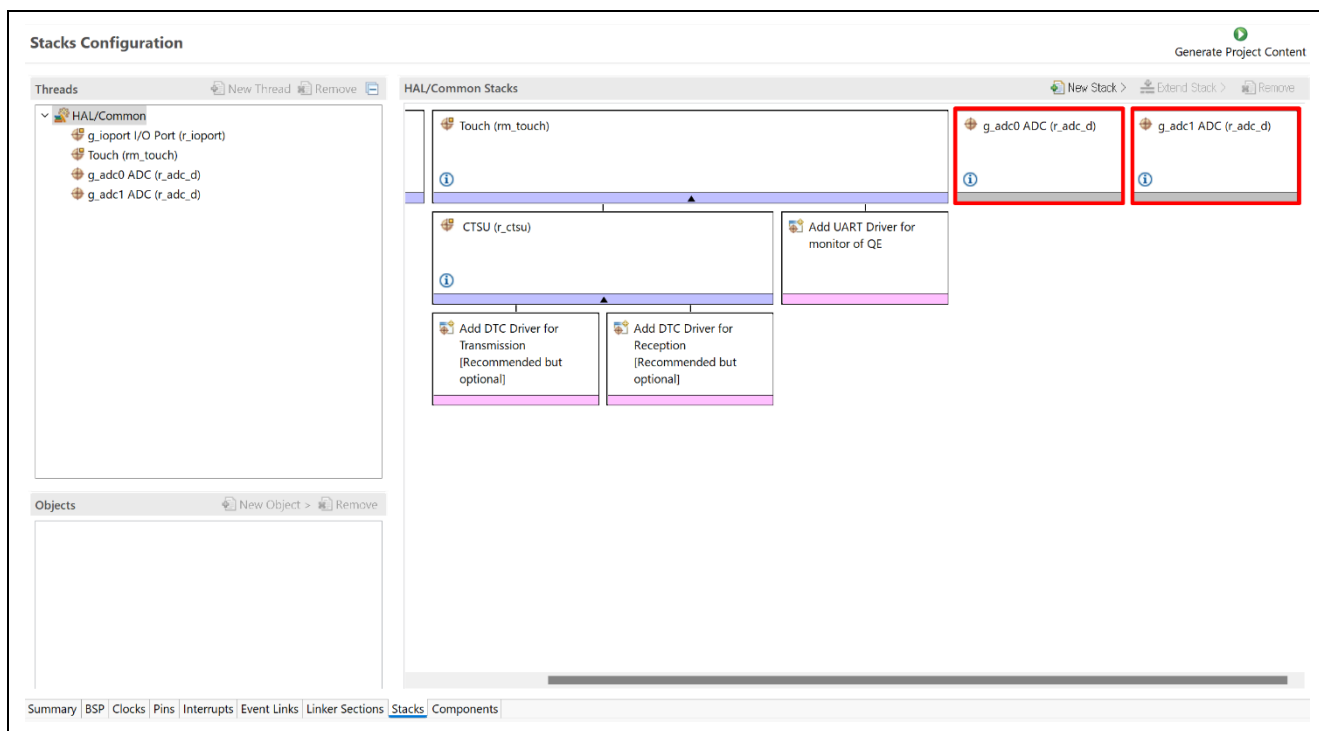

図 6-2 ADC ドライバの追加
4. 図 6-2 に示す通り、ADC ドライバを 2 個追加します。